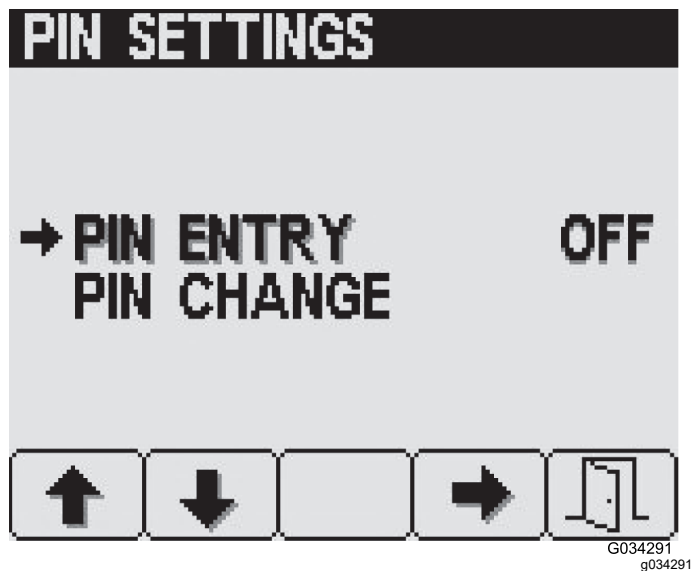

図 25
1. ボタン 1 と 2 でピン入力オプション間の移動 図 25。
2. ボタン 4 を押してピン入力要求を ON または OFF に設定する 図 25。